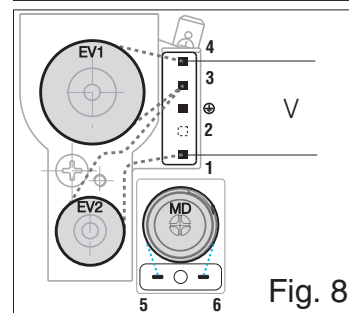

Fig. 8
- Schéma de branchement Fig. 8. Électrovannes EV1 et EV2 alimentées en série sur les bornes 1 et 4. **La borne 3 est réservée aux contrôles de production. Ne pas l'utiliser dans l'appareil.**